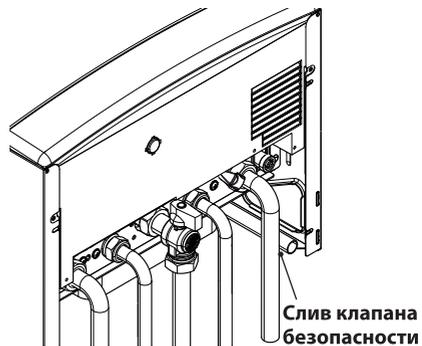

Рисунок 5.3
- Подсоедините предохранительный клапан к сливной воронке, Рисунок 5.3.